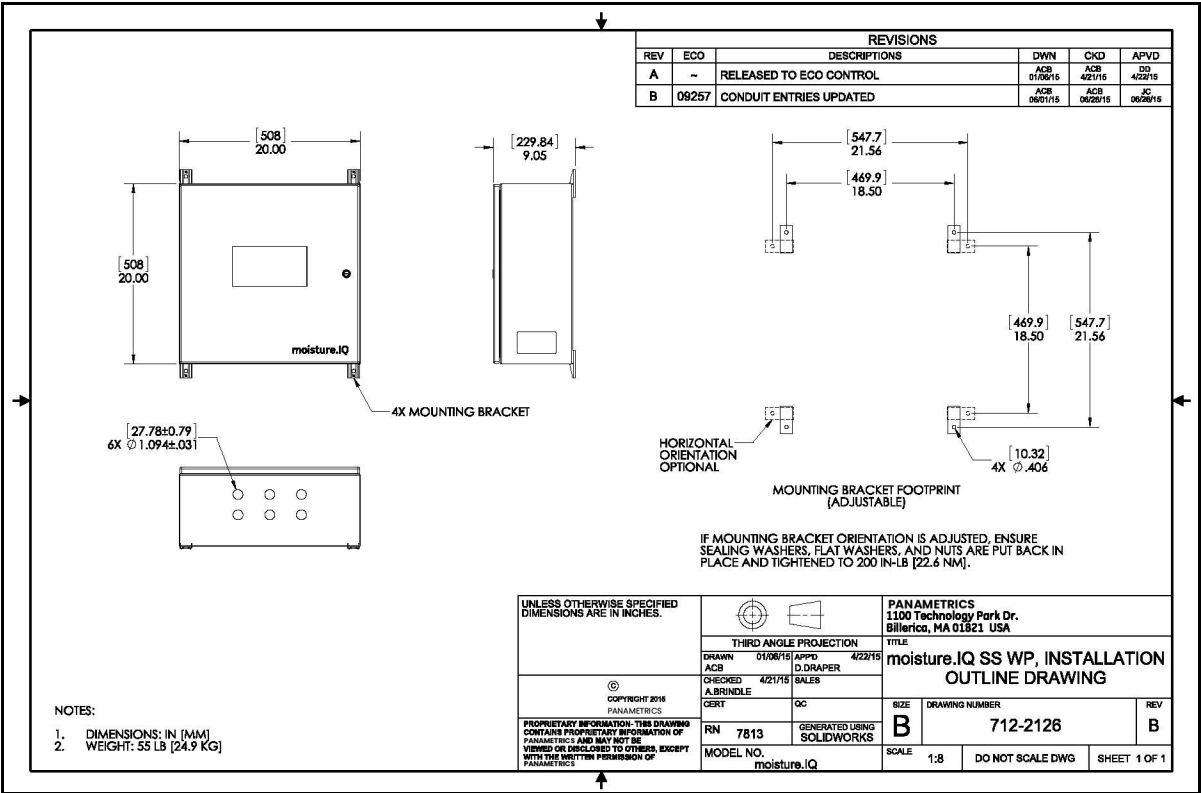
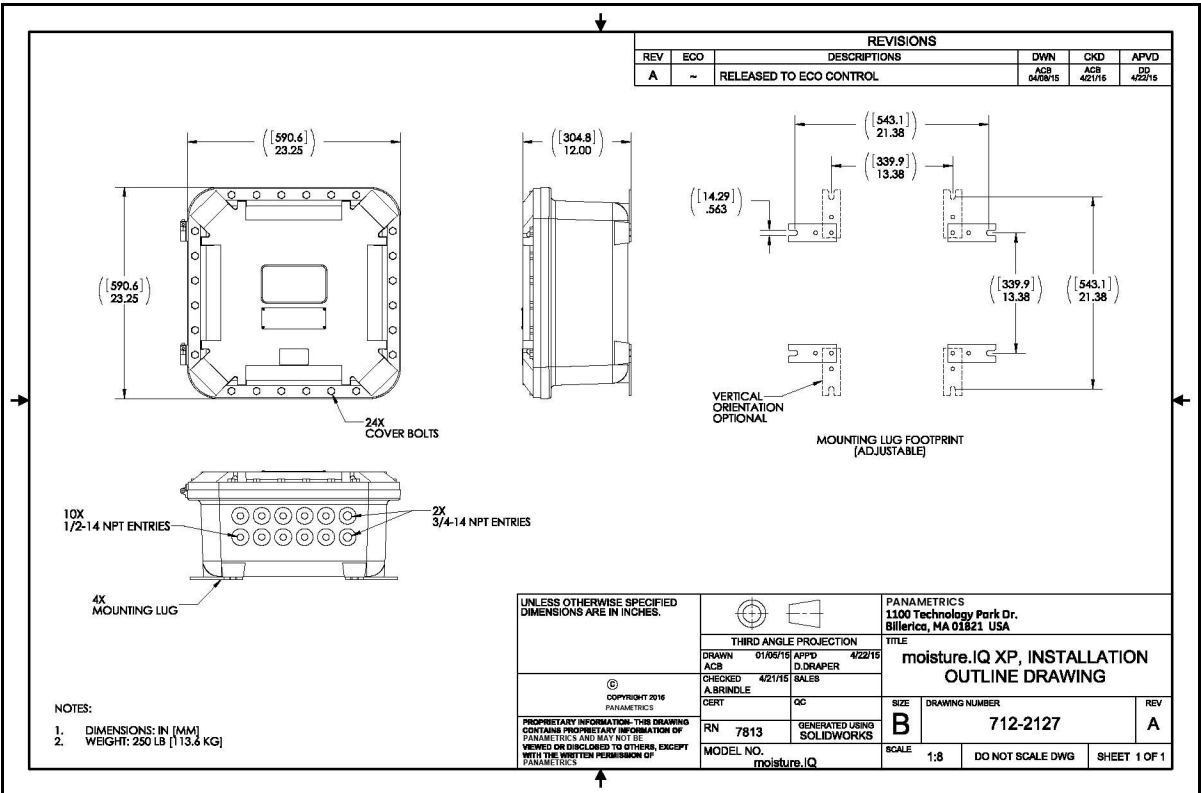

Figura 109: Desenho da instalação de SS WP (Desenho 712-2126_revB, SH 1 de 1)
Figura 110: Desenho da instalação de XP (Desenho 712-2127_revA, SH 1 de 1)
- A instalação deve estar em conformidade com *desenhos de instalação* de versão 712-2126 de aço inoxidável à prova de intempéries (consulte *Figura 109 na página 6*) e a versão à prova de explosão 712-2127 (veja a *Figura 110 na página 6*).